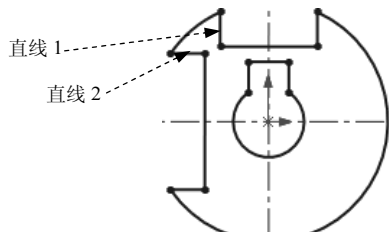

图 2.8 添加相等约束
(1) 添加直线 1 与直线 2 的相等约束。
(2) 参照上一步骤添加其余相等约束，如图 2.8 所示。